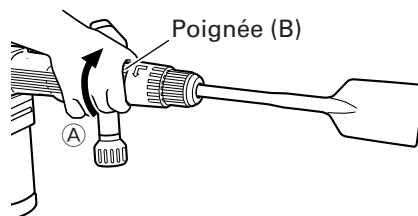

Fig. 5
- (2) Comme indiqué sur la Fig. 5, si l'on tourne la poignée (B) de 60 degrés dans la direction Ⓐ, la section qui supporte l'outil tourne automatiquement de 30 degrés. Si l'on répète cette opération, il est possible de modifier l'angle de la lame par paliers de 30 degrés.
- (3) Libérer la poignée (B) et tourner l'outil, et vérifier qu'il est bloqué à fond.